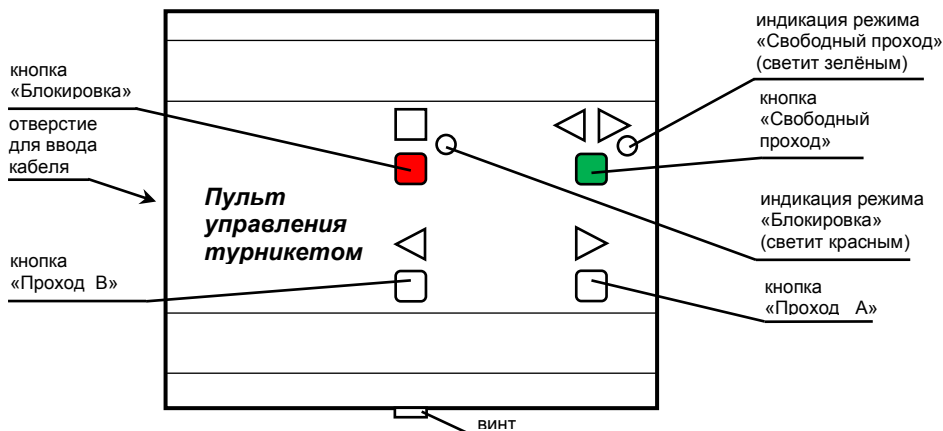

Рис.3 Внешний вид пульта управления
Пульт управления турникетом (рис.3) предназначен для ручного дистанционного управления турникетом.
- подключите кабель пульта управления к клеммнику Х4 платы управления турникетом и к клеммнику пульта (выкрутите винт – рис.3, снимите крышку, на крышке пульта расположена плата с клеммником, проденьте кабель в отверстие, подключите кабель согласно схеме подключения – рис.8, зафиксируйте кабель хомутом, соберите пульт);
- в режиме «Ожидания» нажмите на кнопку «Проход А» (рис.3). На индикаторе состояния засветится зелёная стрелка – разрешен однократный проход, проверните планку по направлению стрелки. После проворота засветится красный крестик – турникет снова в режиме «Ожидания»;